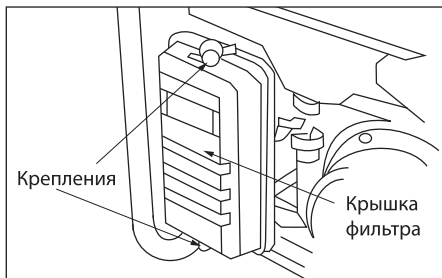

рис. 18
1. Откройте крышку фильтра (рис. 18).